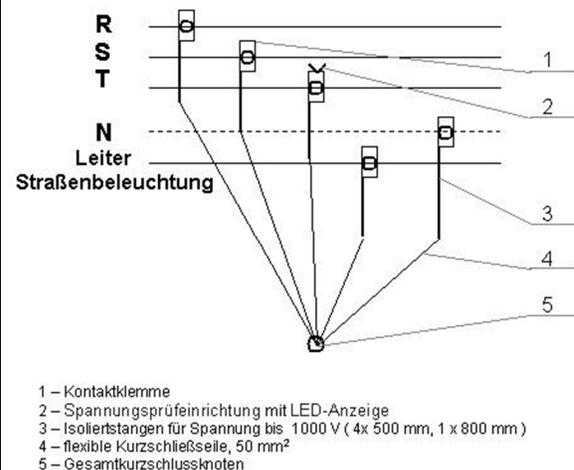

Abb. 3. Bauform der tragbaren Erdung für Freileitungen bis 1000 V.
– Die Kurzschließeinrichtung besteht aus 5 Leiteranschlussklemmen (1 – sieh. Abb. 3), aus 5 Isolierstangen (3) für Spannung bis 1000V, die daran starr angeschlossen sind, und aus fünf damit verbundenen flexiblen Seilen (4) mit Querschnitt von 35 mm² (Cu) und Länge von 600 mm, die an einem gemeinsamen Punkt kurzgeschlossen sind (5). Die Isolierstangen müssen signalgelbe Farbe haben und die folgenden Längen aufweisen: 4 Stangen müssen 500mm lang sein und eine Isolierstange muss eine Länge von 800 mm aufweisen. Die
– Die Kurzschließvorrichtung besteht aus 2 Leiteranschlussklemmen (1 – s. Abb. 3) mit 2 fest daran angeschlossenen Isolierstangen (2) für Spannung bis 1000 V und damit verbundenem flexiblem Seil (3) mit Querschnitt von 35 мм² (Cu) und Länge von 1200 мм. Die Isolierstangen müssen signalgelbe Farbe haben und die folgenden Längen aufweisen: 2 Stangen je 500 мм lang. Die Isolierstangen sollen aus Polyesterrohren sein, armiert mit Glasfasern, mit Durchmesser 20 мм, mit innerer elektrischer Leitung mit Querschnitt 35 мм² (Cu), als Verbindungselement zwischen den Kontaktklemmen und den flexiblen Seilen für Kurzschließen. Die Isolierstangen müssen mit isolierten Handgriffen, mit Schutzring und Rippung gegen Verrutschen sowie mit Schutzvorrichtung gegen Biegung an den Verbindungsstellen mit den flexiblen Seilen ausgerüstet sein. Jede Erdung ist mit einer zuverlässigen Kennzeichnung der flexiblen Seile zu versehen, worauf der Herstellername und das Herstellungsdatum deutlich sichtbar sind. Die Leiteranschlussklemmen sind für maximalen Kurzschlussstrom von 10 kA geeignet zu sein und einen zuverlässigen Anschluss durch verzahntes Kontaktelement an Leiter (Cu, Al) mit Querschnitt bis 120 мм² ermöglichen. Die Klemme hat das Durchbrechen der äußeren Oxidschicht des Leiters zu ermöglichen, ohne ihn zu beschädigen. Auf den Seilen für mechanischen Schutz muss es einen durchsichtigen Mantel mit durchsichtiger Schutzvorrichtung gegen Biegung an den Verbindungsstellen geben.